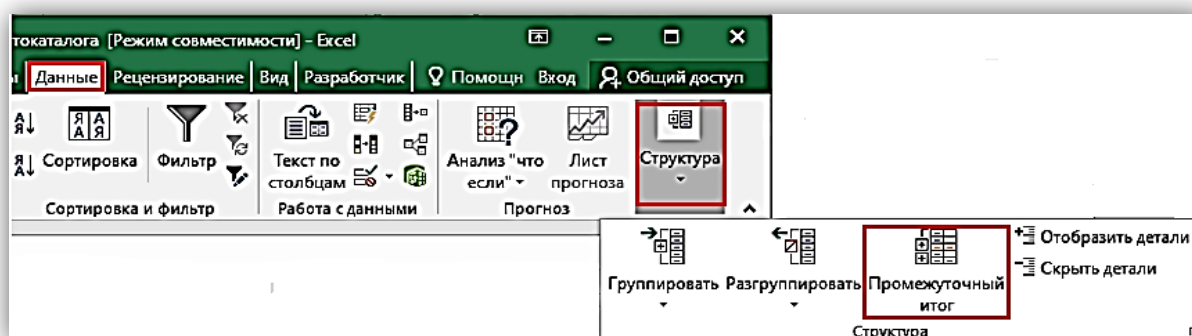

Рис. 19. Окно команды «Данные» группы «Структура»
- Промежуточные итоги можно получить на предварительно отсортированной таблице по тому параметру, по которому требуется подвести итоги, рис. 19.